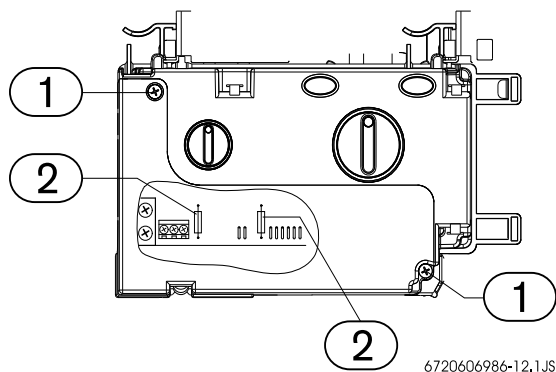

Fig. 19 Kopplings-skåp
- Ta bort säkringarna ur skåpet (Fig. 19, pos. 1) och ta bort locket.
- Byt ut säkringarna (Fig. 19, pos. 2).